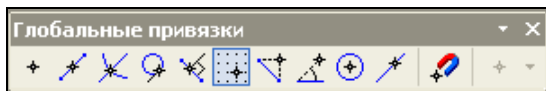

Рис. 6.2. Панель инструментов **Глобальные привязки**
- ◆ нажать кнопку **Запретить привязки** на панели инструментов **Глобальные привязки** (рис. 6.2);